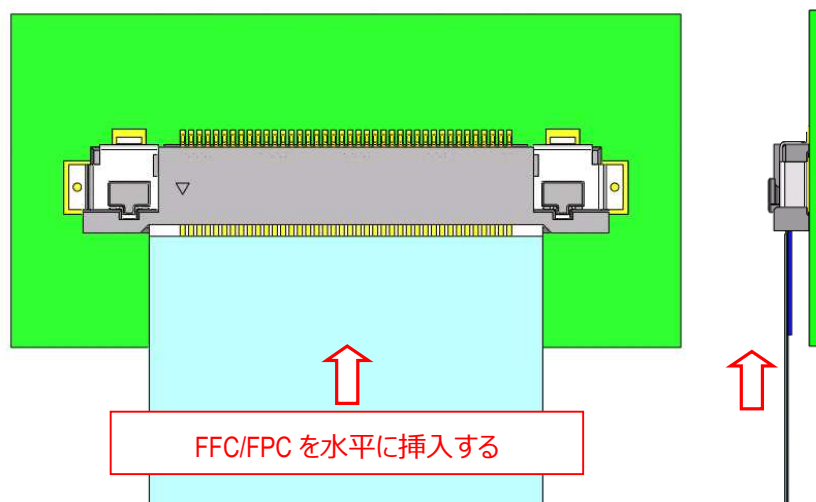

図. 2-3 FFC/FPC 挿入方法 2
② 図 2-3 の様に、FFC/FPC をコネクタに対して、水平に挿入していき、奥までしっかり挿入する。